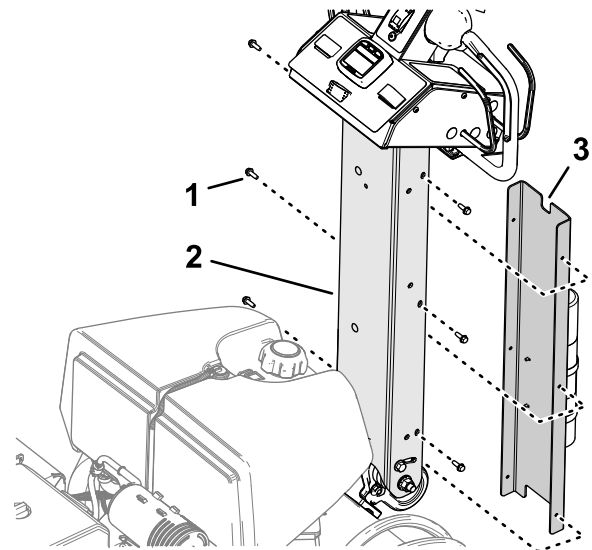

Figure 12
- Installez le couvercle du timon en plaçant le petit cran en haut (Figure 12).